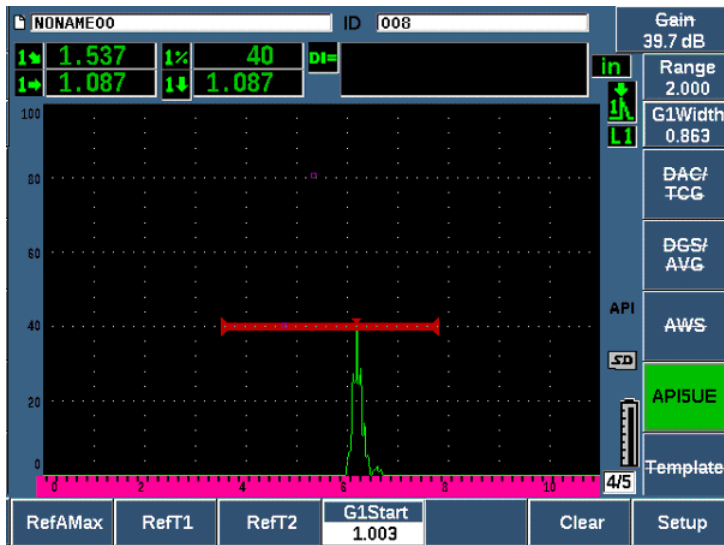

Figura 11-27 Registrazione del punto  $T_2$
10. Premere **RefT2** (P3) per acquisire la posizione di diminuzione di 6 dB del picco di uscita e assegnare questo valore come  $T_2$  (vedere Figura 11-27 a pagina 298).